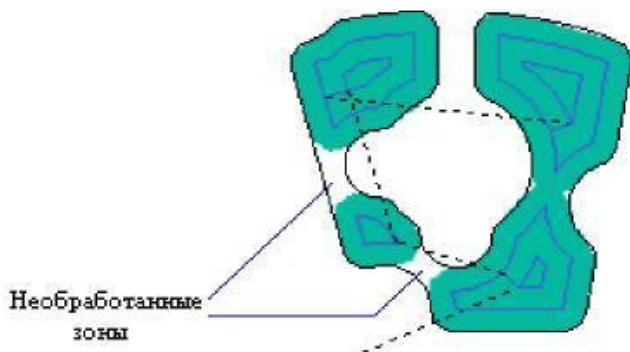

Рис. 4.17
10. Нажмите кнопку «Моделирование» на панели «Моделирование 2D». В диалоге «Моделирование» нажмите кнопку «Старт». На экране появится следующее изображение (рис. 4.17):